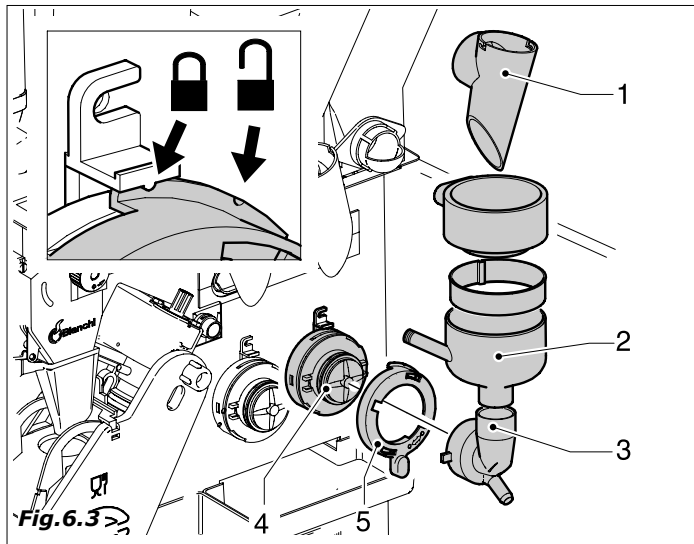

Fig.6.3
- embudos y cierre magnético de contenedores de producto (Fig.6.3-pos.1)
- salida de agua, (2), batidoras (3), aspas de las batidoras (4) y tuerca (5).